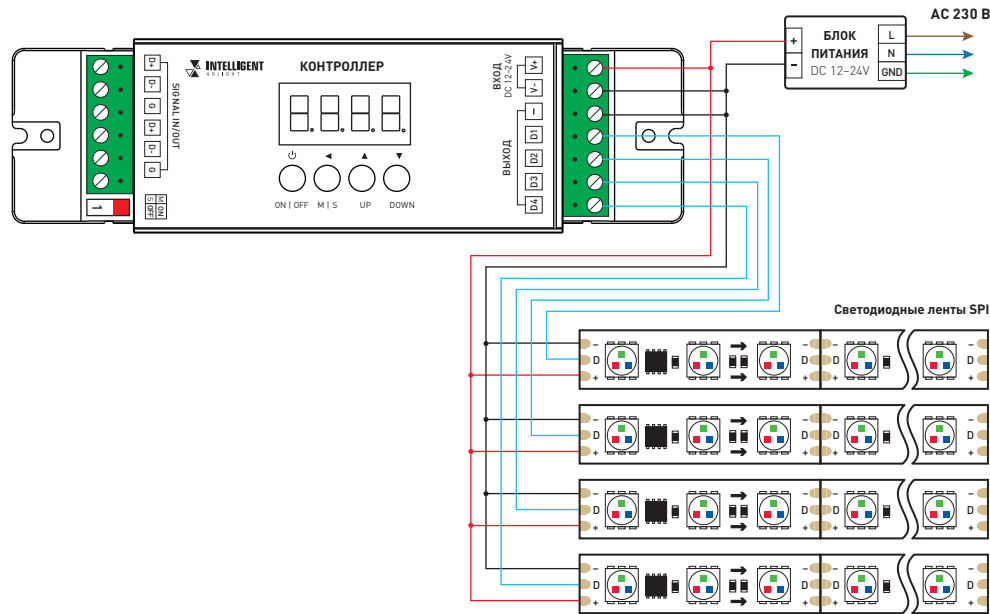

Рис. 3. Схема подключения контроллера
- 3.4. Подключите контроллер согласно схеме на рис. 3.